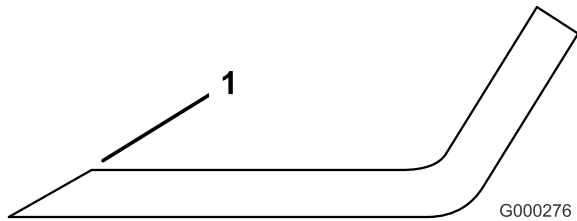

Bild 57
1. Schärfen Sie die Schnittkante an beiden Enden des Schnittmessers mit einer Feile (Bild 57). Behalten Sie den ursprünglichen Winkel bei. Das Schnittmesser behält seine Auswuchtung bei, wenn von beiden Schnittkanten die gleiche Materialmenge entfernt wird.